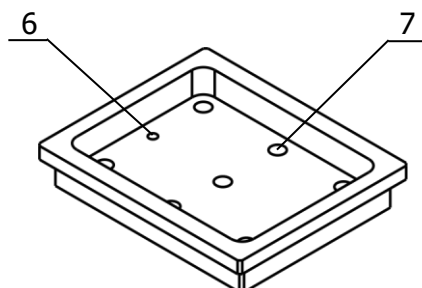
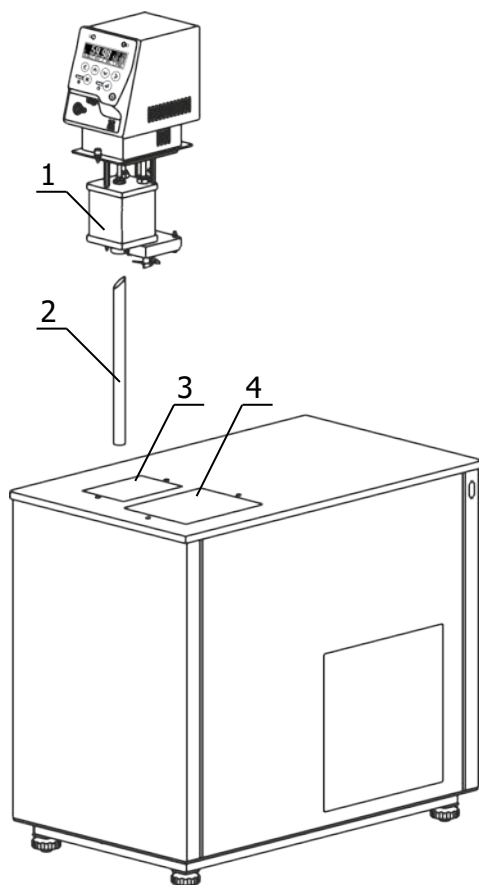
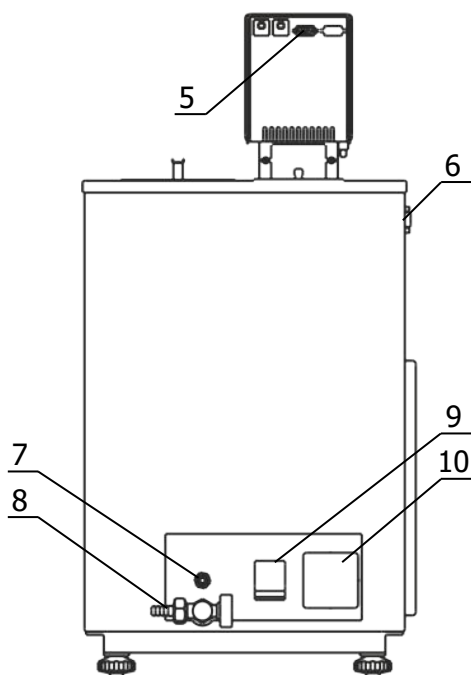

Рисунок 2 — Крышка с отверстиями
Рисунок 3 — Установка блока регулирования
Рисунок 4 — Задняя панель термостата
2.2.3 Вставить выходную трубку 2 (рисунок 3) в переходное отверстие на дне основной ванны 3 коническим концом вверх, как показано на рисунке 3.
2.2.5 К переливному штуцеру 7 (рисунок 4) присоединить гибкий шланг, второй конец которого опустить в емкость для сбора излишков теплоносителя объемом 1.5–2 литра.
2.2.6 Заполнить ванну термостата теплоносителем через отверстие над рабочей ванной 4 (рисунок 3) до момента начала слива теплоносителя из переливного штуцера 7 (рисунок 4). Температурный диапазон применения теплоносителя должен соответствовать значениям, указанным в 1.2.6.
2.2.7 Вставить вилку сетевого кабеля блока регулирования в розетку 10 (рисунок 4). Соединить кабелем из комплекта поставки блок регулирования (разъем 5) и холодильную машину (разъем 6). Сетевой кабель термостата подключить к питающей сети напряжением 220 В. Для этого в лабораторном помещении должна быть установлена электрическая розетка из комплекта поставки термостата.
2.2.8 Автоматический выключатель 9 (рисунок 4) перевести в положение «включено».
2.2.9 Включить блок регулирования в соответствии с документом ТКЛШ 3.222.009-23 РЭ «Блоки регулирования температуры погружные циркуляционные М11, М11М серии МАСТЕР». При работе циркуляционного насоса уровень теплоносителя в рабочей ванне поднимается и теплоноситель начинает равномерно переливаться в основную ванну. При этом уровень теплоносителя в основной ванне падает, что может привести к срабатыванию защиты от недостаточного уровня теплоносителя. Доливать теплоноситель следует до момента начала слива из переливного штуцера 7 (рисунок 4).
Причина отсутствия перелива — неправильная работа насоса, вызванная воздушной пробкой, образовавшейся в резервуаре 1 (рисунок 3). Для ее устранения необходимо:
2.2.10 Установить крышку с отверстиями (рисунок 2) над рабочей ванной 4 (рисунок 3).
2.4.5 Надеть сливной шланг из комплекта поставки на сливной кран 8 (рисунок 4) и закрепить его хомутом. Свободный конец шланга опустить в емкость для сбора теплоносителя объемом, превышающим объем термостата.